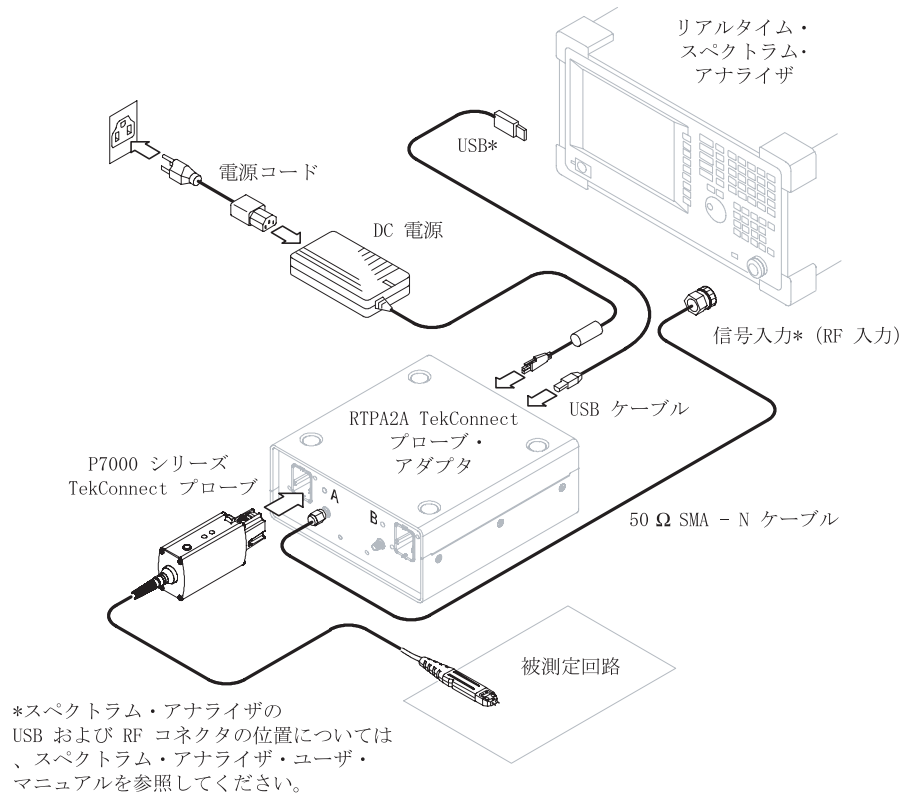

図 5 : RTPA2A コンポーネントの接続
2. プローブ・アダプタを図 5 に示すように接続します。必要な場合、7 の「プローブ・アダプタの取り付け」の詳細な説明を参照してください。